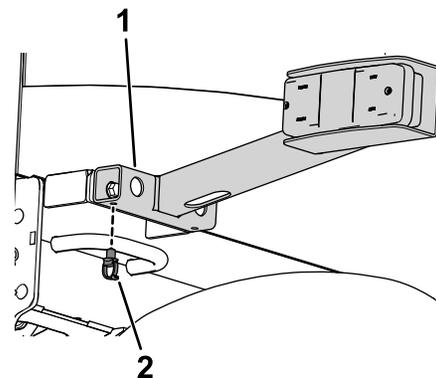

Figura 18
7. Insira um clipe de fixação no furo traseiro da luz traseira direita (Figura 18).